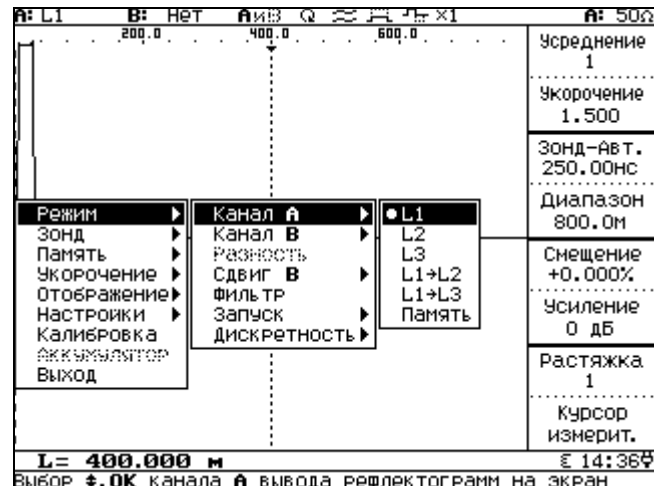

Рисунок 6.23
- Выбрать вход (рисунок 6.23) для канала отображения **A** (п.6.3.10.1).